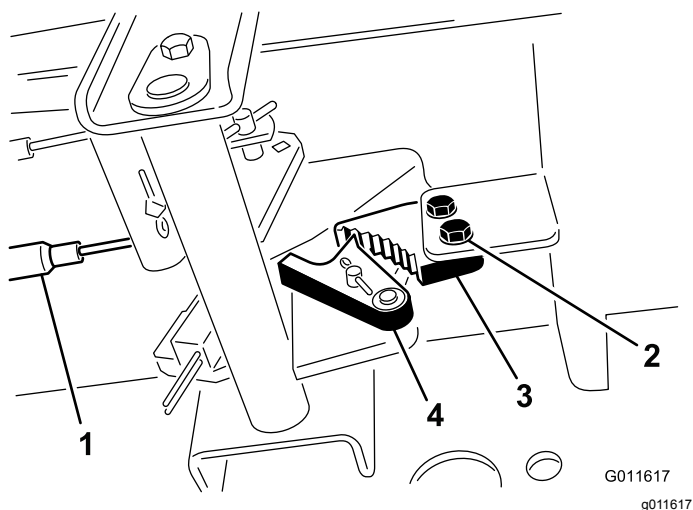

Figura 47
1. Allentate le due viti che fissano il nottolino del freno di stazionamento al telaio (Figura 47).
2. Premete in avanti il pedale del freno di stazionamento finché il fermo non s'innesta completamente nel nottolino del freno (Figura 47).